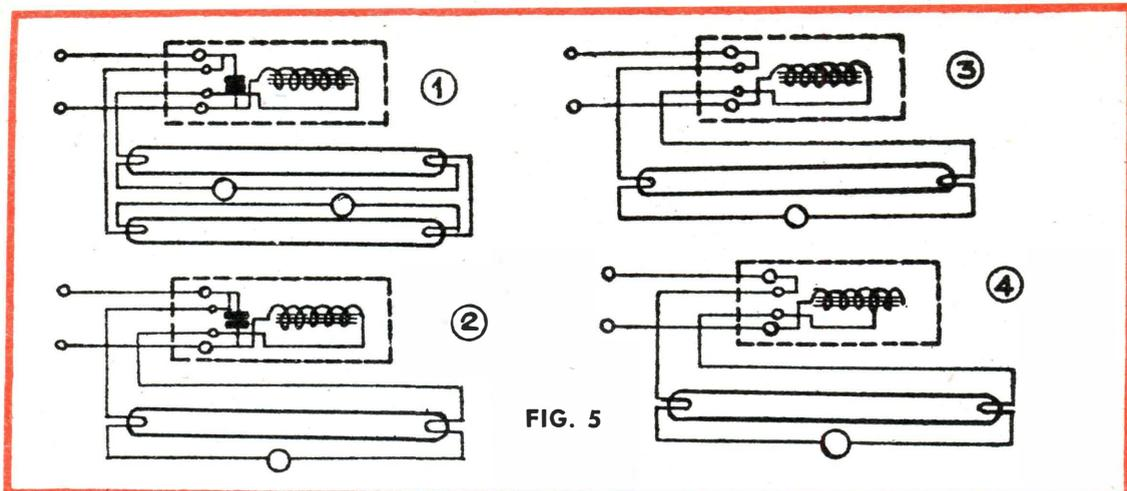

FIG. 5
Usare una punta da legno estensibile per forare un buco di tal diametro. Questo foro deve essere in comunicazione con i fori di 20 mm. praticati in precedenza e servirà ad accogliere il domino di collegamento ed il filo in eccedenza. Nella parte superiore verrà scavata una femmina d'incastro (1, figg. 2, 4 e 5) di 4 mm. di lunghezza, 5 mm. di larghezza ed altrettanto di profondità. Tale femmina verrà ricoperta, nella sua parte superiore, da una lastra di ottone sottile di mm. 20 x 20 per permettere l'agganciamento della vite a gancio (vedi particolare fig. 5).
Gli schemi (2 e 3 della fig. 5) corrispondono a una self 25 o 40 W./20 V. per un tubo corrispondente. Al (2) corrisponde un apparecchio compensato, mentre invece lo schema (3) non comporta corrispettivo. Voi noterete che il cablaggio della self è identico ai casi precedenti. Al momento della messa sotto tensione, ecco il circuito percorso:
Per l'uso di self non compensato 110 o 130 V. con dei tubi da 20 W, voi applicherete il sistema dello schema (4, fig. 5). E' da notare che per tali tensioni, l'uscita della self si fa su di una presa intermedia indicata su tutti gli apparecchi commerciali.